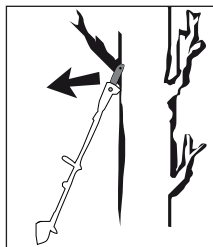

Fig. 2
- Un rebond peut survenir lorsque la pointe de la lame 16 touche un objet ou lorsque le bois s'incurve et que la chaîne de scie 17 reste coincée dans le trait de coupe (voir fig. 2).